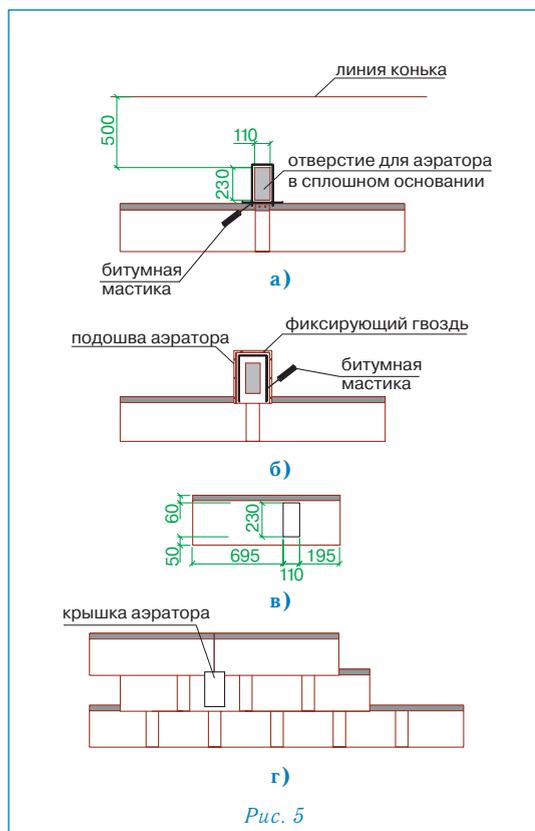

Рис. 5
Установка аэратора (рис. 5)
- В сплошном основании кровли прорезается отверстие 11×23 см, расположенное согласно рис. 5а;
- корпус аэратора устанавливается поверх отверстия и фиксируется гвоздями из нержавеющей стали; по верхней и боковым сторонам подошвы корпуса также наносится битумная мастика (рис. 5б);
- далее укладывается очередной ряд черепицы; подошва аэратора при этом закрывается листом ПРЕСТИЖ КОМПАКТ МИНИ с заранее прорезанным в нем отверстием (рис. 5в);
- на корпус аэратора устанавливается крышка, которая фиксируется нажатием (до щелчка) (рис. 5г).